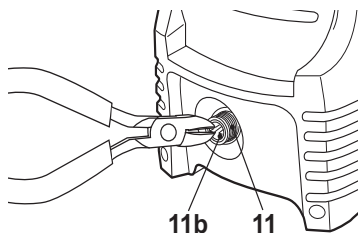

Fig. 21
- > Deconectați racordul furtunului de apă (12) de la admisia apei (11).
- > Utilizați un clește pentru a îndepărta filtrul (11b) din admisia apei (Fig. 21).